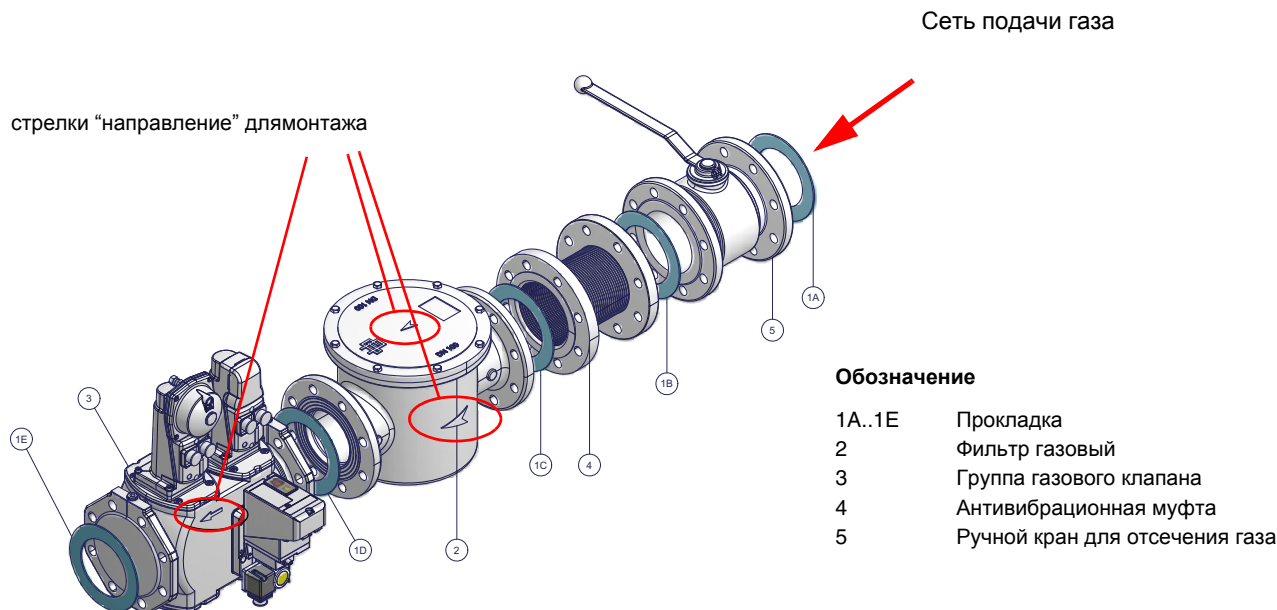

Рис. 2 - Пример газовой рампы
- 1) при фланцевых соединениях: между соседними компонентами устанавливать прокладку (1A..1E - Рис. 2), совместимую с используемым газом,
ВНИМАНИЕ: после монтажа газовой рампы согласно схеме на Рис. 2, необходимо провести тестирование на герметичность газового контура, согласно требований действующих нормативов.
ВНИМАНИЕ: после монтажа газовой ramпы согласно схеме на Рис. 2, необходимо провести тестирование на герметичность газового контура, согласно требований действующих нормативов.